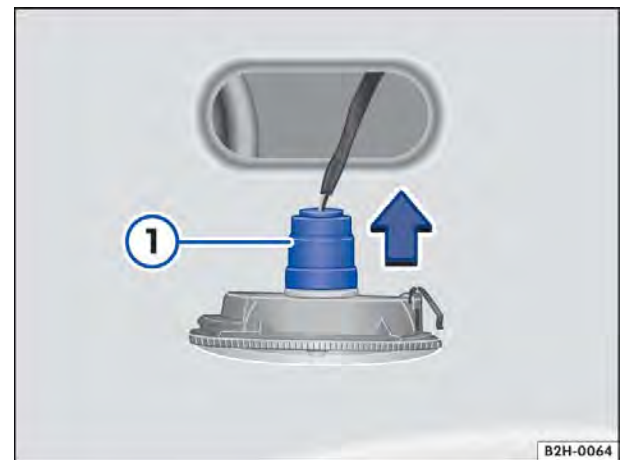

Fig. 178 Lanterna lateral dos indicadores de direção: trocar a lâmpada incandescente.
4. Puxar para fora o suporte da lâmpada com a lâmpada incandescente na direção da seta ⇒ Fig. 178